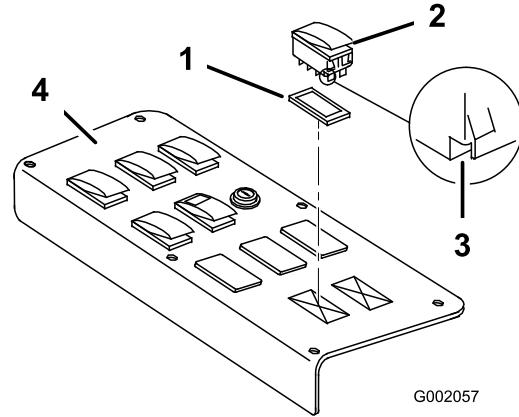
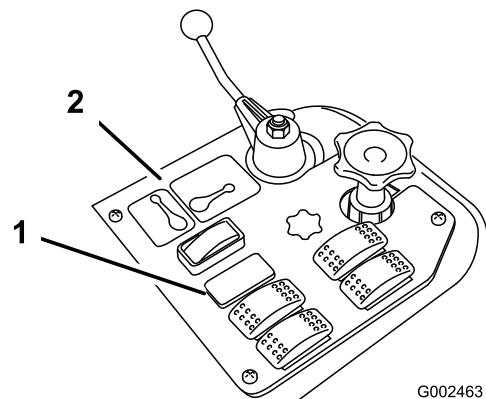

Bild 14
Bild 15
1. Entfernen Sie das Armaturenbrett des Sprühgeräts, um die Unterseite (Bild 14 für den 1250 und Bild 15 für den 1200) freizulegen.
2. Entfernen Sie den Stecker im Schlitz des Ultraschall-Auslegers vom Armaturenbrett des Sprühgeräts am Fahrzeug und setzen Sie den Kippschalter an dieser Stelle ein (Bild 14 für den 1250 und Bild 15 für den 1200).
Hinweis: Stellen Sie sicher, dass die Ausrichtung des Schalters der Darstellung in Bild 14 entspricht, d. h. die Kerbe zeigt zum Heck des Fahrzeugs.